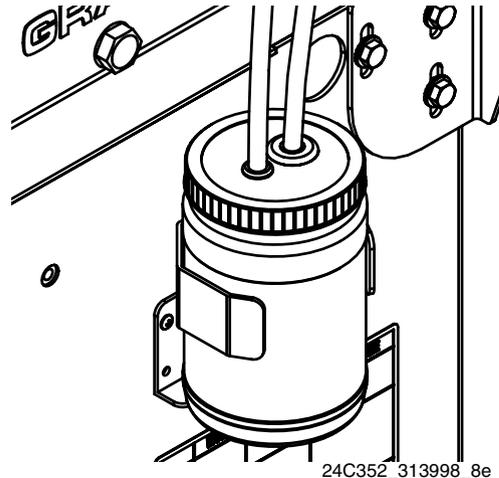

FIG. 26 : Système de fluide IsoGuard Select
4. Soulevez le réservoir de fluide IsoGuard Select hors de son support et éloignez le réservoir du capuchon. Tout en maintenant le chapeau au-dessus d'un réservoir adapté, retirez le clapet antiretour et laissez le fluide IsoGuard Select couler. Rattachez le clapet anti-retour sur le flexible d'entrée. Consultez la FIG. 26.